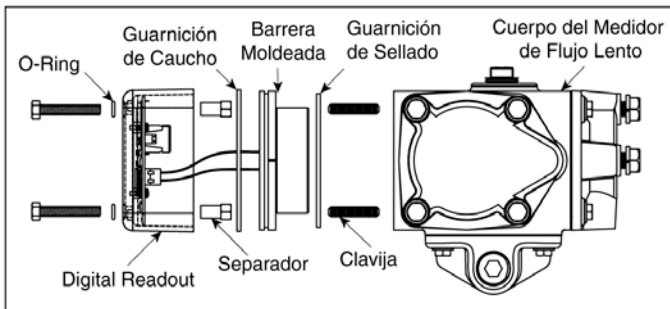
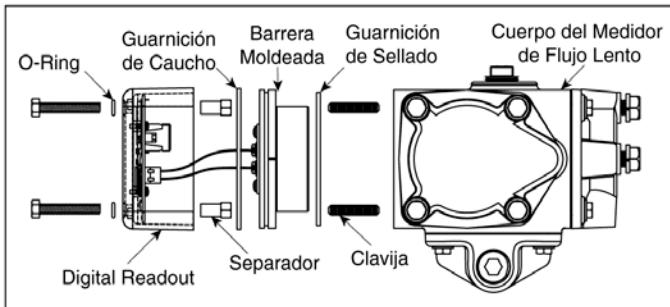

Figura 3 - Convirtiendo un Medidor Indicador Digital en un Medidor Indicador Intrínsecamente Seguro
Figura 4 – Convirtiendo un Medidor con Indicador Analógico en un Medidor Indicador Intrínsecamente Seguro
2. Instale los nuevos prisioneros, la guarnición de sellado, la barrera moldeada y los cuatro separadores de aluminio. Apriete los separadores con una fuerza máxima de 2 ft-lb (2.71 N·m) para evitar daños al gabinete. Vea la Figura 3 (digital) y la Figura 4 (analógico).